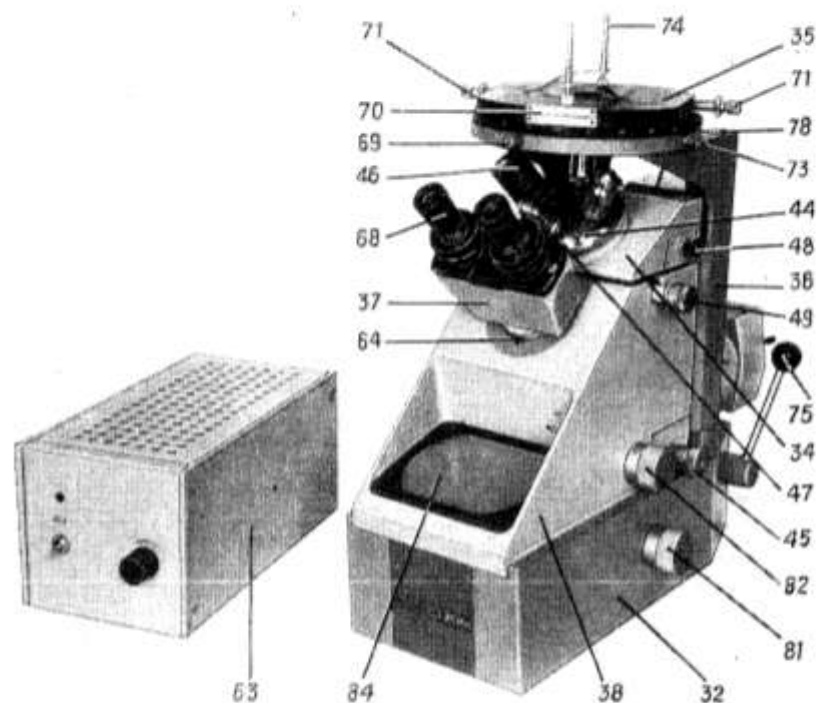
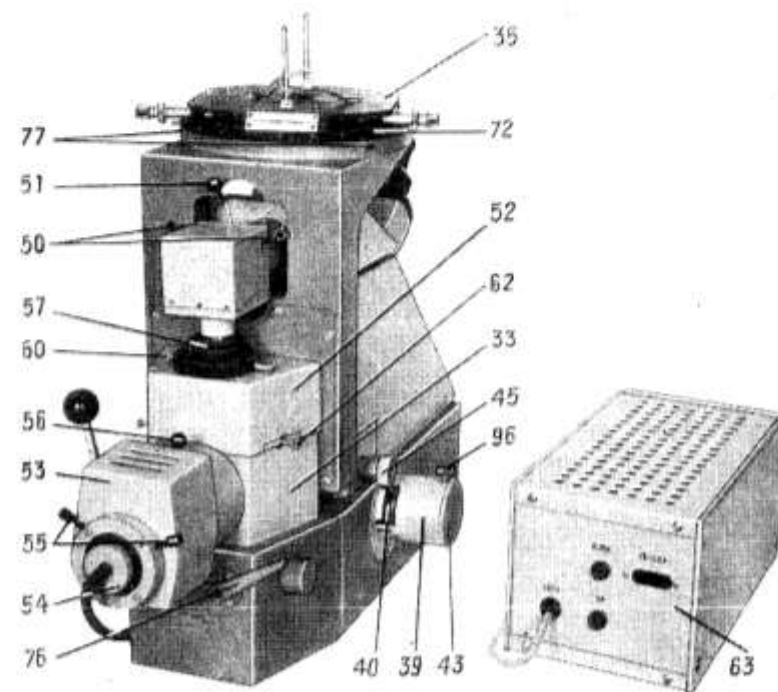
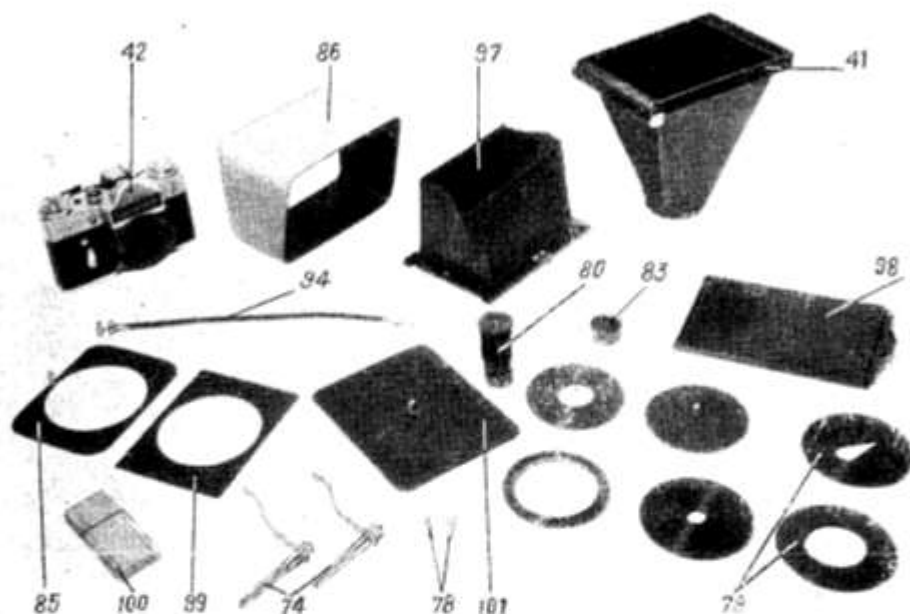
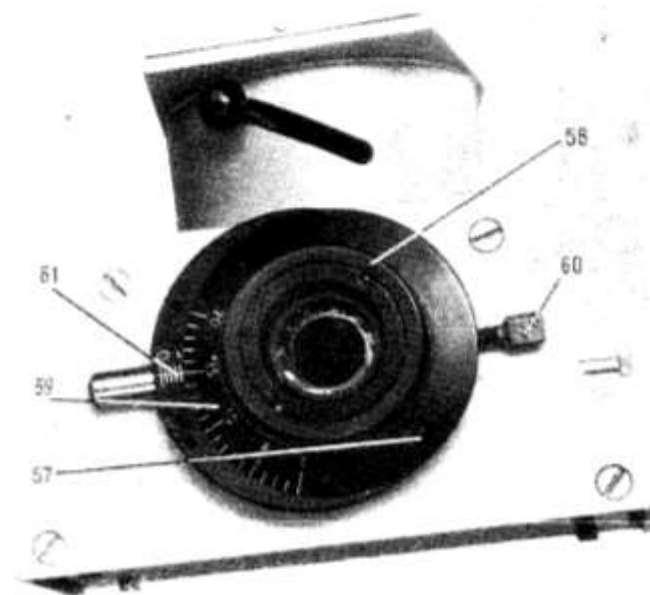

Рис. 2. Общий вид микроскопа
Рис. 3. Общий вид микроскопа
Рис. 4. Принадлежности
Рис. 6. Узел апертурной диафрагмы
а) положите на предметный стол микроскопа объект-микрометр 100 (см. рис. 4) шкалой вниз;
8.3.1. Установите рукоятку 87 (см. рис. 2) на индексе «Ф».
8.3.2. Снимите заглушку 43 (см. рис. 3) с патрубка основания и откройте затвор. Для этого:
в) взведите затвор рукояткой 93 и тросиком 94 (см. рис. 4, 9) откройте затвор.
8.3.3. Установите в гнездо патрубка фотокамеру 41 (см. рис. 4) или фотокамеру 42 и закрепите винтом 96 (см. рис. 3).
8.3.4. Поставьте в фотокамеру 41 (см. рис. 4) рамку с матовым стеклом 97 и проверьте резкость изображения и положение выбранного участка объекта. Изображение на фотопластинке развернуто на 90° по отношению к положению в визуальном тубусе. Снимите матовое стекло и поставьте кассету 98 с фотопластинкой.
Увеличения при фотографировании на фотопластинку соответствуют увеличениям при наблюдении в визуальном тубусе и на экране 84 (см. рис. 2).
8.3.5. Поставьте при фотографировании на пленку вместо фотокамеры 41 (см. рис. 4) в гнездо патрубка фотокамеры 42. Увели-
Микроскоп (рис. 2, 3) имеет закрытую конструкцию, современное внешнее оформление, удобный доступ к элементам обслуживания. Компоновка узлов обеспечивает независимость сборки.
После настройки освещения при использовании объективов других увеличений и апертур необходимо рукояткой 75 (см. рис. 2) поднять стол и поворотом револьвера 44 установить объектив.
Наблюдение на экране 84 (см. рис. 2) и фотографирование можно производить при всех методах микроскопирования.
При необходимости ограничения поля на экран установите диафрагму 85 (см. рис. 4) диаметром 80 мм (диафрагма устанавливается отверстиями на штырьки оправы экрана). Для устранения постороннего света, снижающего контрастность изображения объекта, на экран установите защитный кожух 86.
д) наблюдайте за поведением выбранной точки, вращая предметный стол микроскопа на 360° , для чего отверните винт 73; при вращении стола руками держитесь за кольцо 72 (см. рис. 3, 8);
7.4.3.2. Включите в систему поляризатор и анализатор с помощью рукоятки 49 (см. рис. 2). Вращением рукоятки установите шкалу на деление «90», которое соответствует скрещенному положению анализатора с поляризатором. В поле зрения должно наблюдаться максимальное потемнение. При необходимости добейтесь этого небольшим разворотом анализатора от деления «90».
7.4.4.3. Выдвиньте рукоятки 48 (см. рис. 2) и 49 до отказа.
При неравномерном освещении поля произведите настройку освещения перемещением коллектора вдоль оси рукояткой 56 (см. рис. 3).
Основными узлами микроскопа являются основание 32 (см. рис. 2), осветительное устройство 33 (см. рис. 3), головка 34 (см. рис. 2), предметный стол 35 (см. рис. 2, 3) с направляющей 36 (см. рис. 2), устройство фокусирования объективов и бинокулярная насадка 37.
На основании укреплены осветительное устройство 33 (см. рис. 3) и направляющая 36 (см. рис. 2) с механизмом подъема и опускания предметного стола.
Слева на основании закреплен патрубок 39 (см. рис. 3), в который установлен фотозатвор 40. В патрубок устанавливается фотокамера 41 (рис. 4) или фотокамера 42, предварительно снимается заглушка 43 (см. рис. 3), предохраняющая от попадания пыли.
На основании 32 (см. рис. 2) укреплено устройство фокусирования объективов, закрытое корпусом 38. На кронштейне устройства закреплена головка 34 с револьвером 44. Фокусирование обь-
7.4.1.20. Приведите полевую диафрагму в центр поля зрения центрировочными винтами 50 (см. рис. 3) и откройте ее рукояткой 51 до размеров поля зрения.
- а) наденьте центрировочные ключи 78 (см. рис. 4) на квадратные головки винтов 77 (см. рис. 3);
- б) установите объект на стол и закрепите его клеммами 74 (см. рис. 4);
- г) найдите в наблюдаемом изображении объекта какую-либо заметную деталь малых размеров и совместите ее изображение с центром перекрестия окуляра (от руки или с помощью рукояток 71 (см. рис. 2);
7.4.1.9. Установите в бинокулярную насадку 37 окуляры 68 и 80 (см. рис. 4) — окуляр 10^x и 10^x со шкалой.
7.4.1.10. Откройте апертурную диафрагму 57 (см. рис. 3, 6) поворотом кольца 58 (см. рис. 6); установите ее по шкале 61 в положение «0» с помощью винта 60.
7.4.1.11. Сфокусируйте микроскоп на объект вращением рукоятки 45 (см. рис. 2) устройства фокусирования объективов.
7.4.1.12. Откройте полевую диафрагму поворотом рукоятки 51 (см. рис. 3).
7.4.1.17. Выньте окуляр со шкалой и поставьте точечную диафрагму 83 (см. рис. 4). Проверьте центровку лампы. Передвиньте коллектор вдоль оси с помощью рукоятки 56 (см. рис. 3), спроецируйте нить лампы в плоскость апертурной диафрагмы и, вращая центрировочные винты 55 фонаря, приведите изображение нити лампы в центр апертурной диафрагмы.
эктивов осуществляется рукоятками 45 (см. рис. 2, 3). Рукоятки имеют шкалу с ценой деления 2 мкм и выведены с обеих сторон корпуса 38 (см. рис. 2).